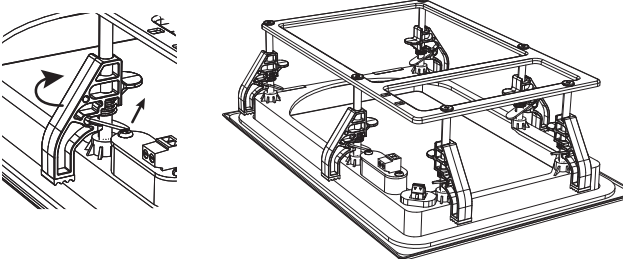

图 5. 调整安装夹
2. 调整框架的所有安装夹, 使其处于收起的位置 (图 5和 6)。通过拉动弹簧加载的金属卡舌, 然后沿其安装柱移动夹具并将其旋转到侧面, 可以对它们进行调整。这将使框架适合干墙孔。